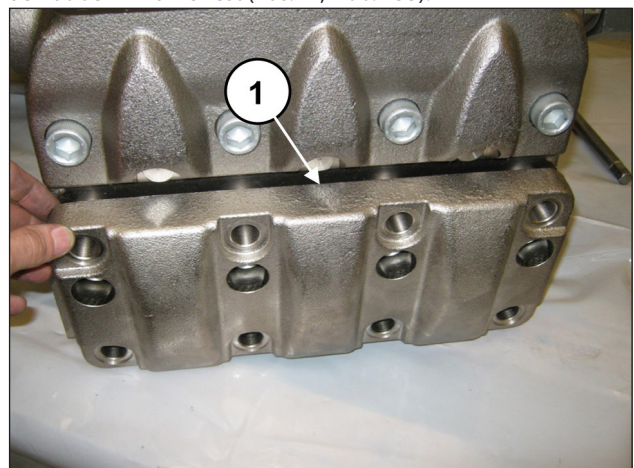
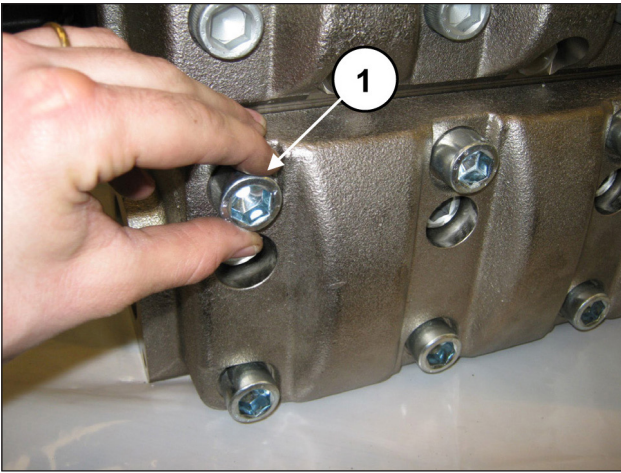

Abb. 152
Abb. 153
Bringen Sie nach Montage der Saugventilgruppen den Saugventildeckel an (Pos. ①, Abb. 152) und ziehen Sie die 8 Schrauben M16x45 fest (Pos. ①, Abb. 153).